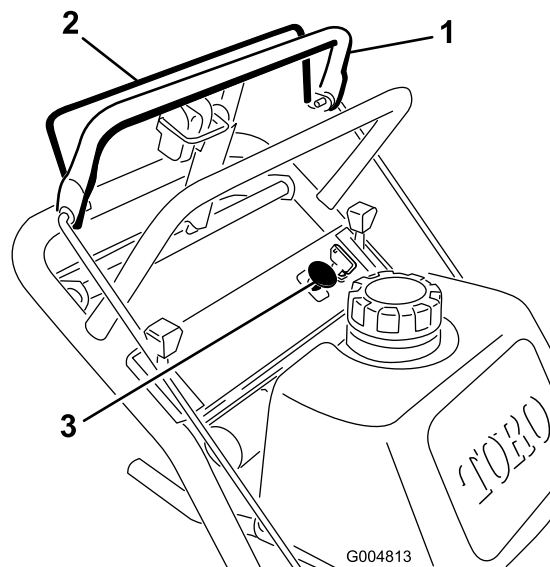

Figure 9
1. Relâchez la barre de commande supérieure pour arrêter la machine (Figure 9).
2. Pour engager les lames, serrez la barre de commande des lames contre la barre de commande supérieure (Figure 9).
Relâchez la barre de commande des lames pour désengager les lames (Figure 9).